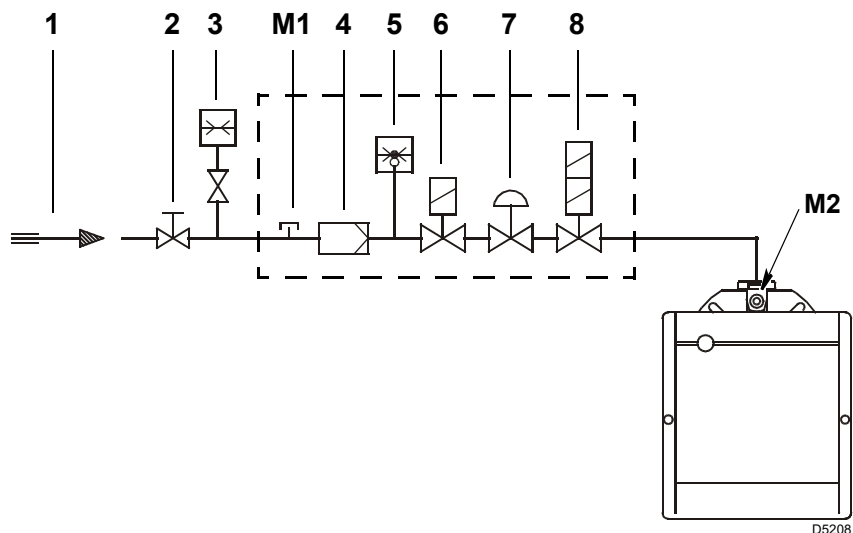

Fig. 17
Legenda (Fig. 17)
Presión del gas medida en la toma M2)(Fig. 17). con:
- sustraer de la presión del gas en la toma M2)(Fig. 17) la presión cámara de combustión.
Para conocer la presión del gas necesario en la toma M2)(Fig. 17). fijada la potencia máxima de modulación a la cual se desea que funcione el quemador:
- Leer a la derecha. columna 1. la presión en la toma M2)(Fig. 17).
presión necesaria en la toma M2)(Fig. 17).